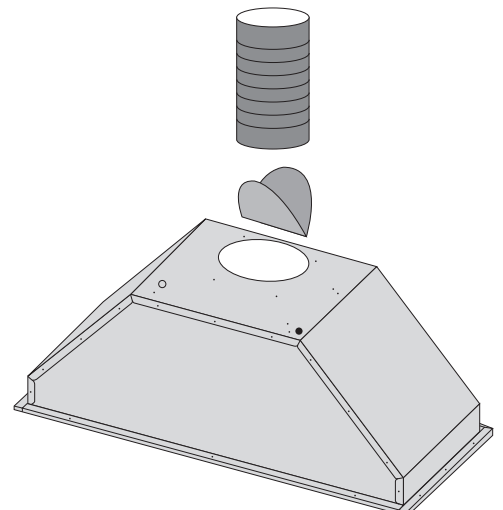

Figure 2
- Fixez l'obturateur du clapet sur le dessus du ventilateur. (Voir figure 2)